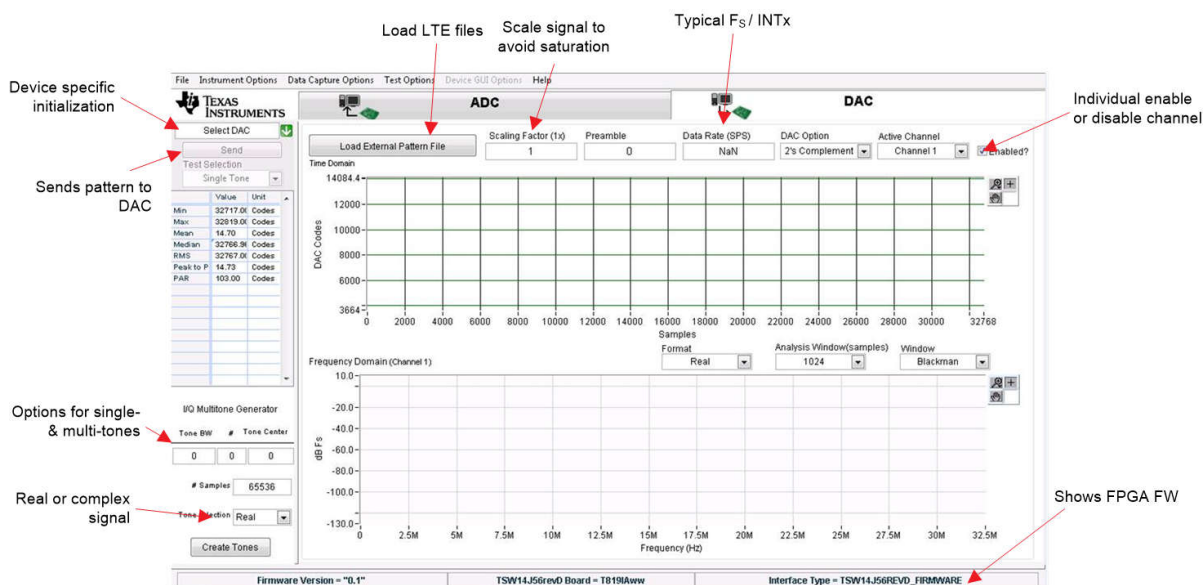

图 4-10. HSDC PRO “DAC” 选项卡概览
1. 点击 HSDC PRO “DAC” 选项卡。图 4-10 简单介绍了“DAC”选项卡。